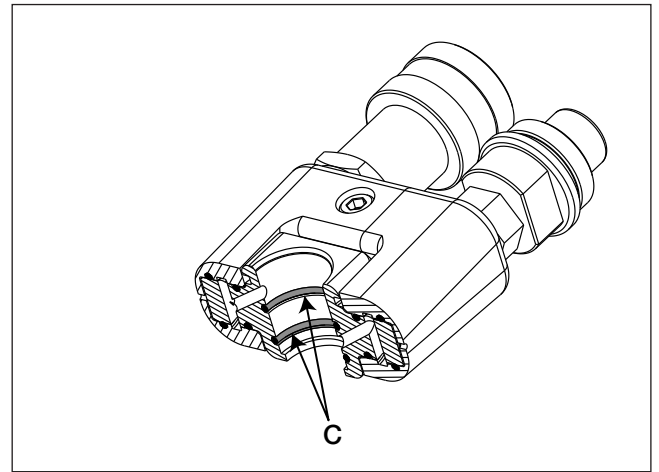

图 3 O 型密封圈的安装 - 旋转接头油路阀块
6. 在旋转接头油路阀块的凹槽中装上套件中的两个新的 O 型密封圈 (C)。安装前请在 O 型密封圈上涂抹硅脂。涂抹位置请参见图 3。
7. 安装后,再次在所有 O 型密封圈上涂上少许硅脂。然后,将新的 TSP 旋转接头总成 (B) 小心滑至旋转接头杆 (F) 上。
8. 在旋转接头杆 (F) 上装上套件中的新的卡簧固定圈 (A)。